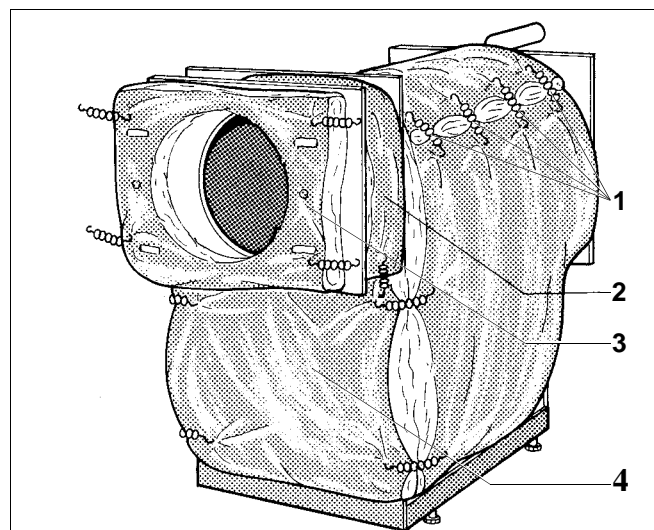

Рис. 5 Крепление теплоизоляции
- Оберните корпус котла теплоизоляционным матом и закрепите 4 пружинными стяжками (рис. 5, **поз. 1**).
- Установите теплоизоляционный мат передней стенки (рис. 5, **поз. 3**) так, чтобы шарниры вошли в прорези.
- Приложите нижний теплоизоляционный мат передней стенки (рис. 5, **поз. 4**) и закрепите 4 стяжными пружинами к теплоизоляции корпуса (рис. 5).
- Уложите теплоизоляционную полосу (рис. 5, **поз. 2**) сверху на кольцо облицовки котла и прикрепите его справа и слева 2 стяжными пружинами к нижнему теплоизоляционному мату (рис. 5).
- Прикрепите верхний теплоизоляционный мат передней стенки (рис. 5, **поз. 3**) 4 стяжными пружинами к теплоизоляционной полосе (рис. 5, **поз. 2**).